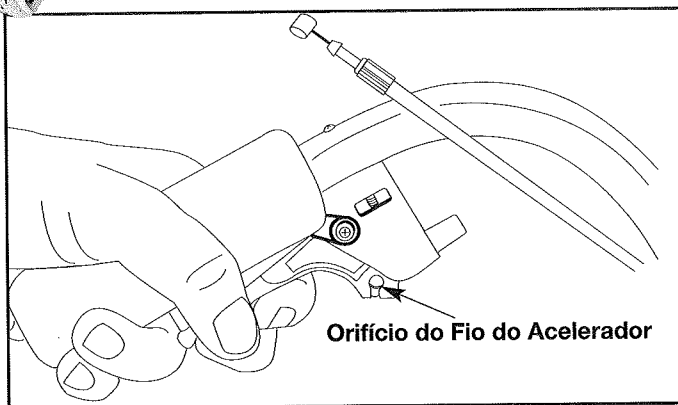

Fig. 9
2. Prima o gatilho do acelerador e localize o orifício para o fio do acelerador (Fig. 9).